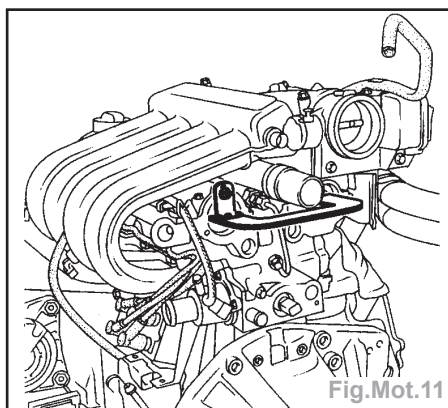

Fig.Mot.11
- Placer l'outil Mot 1496 se fixant en bout des ACT (Fig.Mot.11).
- Placer le Mot. 1496 se fixant en bout des ACT (Fig.Mot.11).